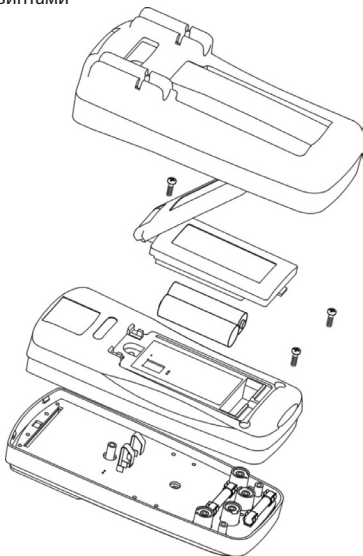

Рис. 12 Замена батарей и предохранителей
8. Замена батарей и предохранителей (см. рис. 12)